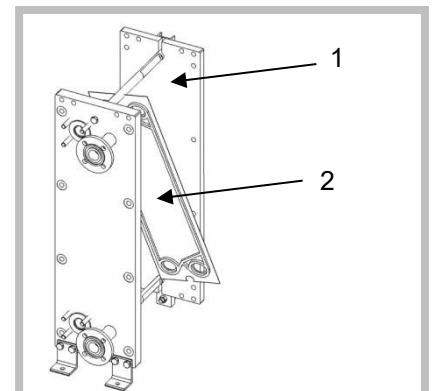

Figura 36
2. Lasciare che le piastre di scambio calore vengano tenute da una seconda persona per evitare che scivolino. Spostare una singola piastra in direzione del coperchio del telaio [1] e angolarle in modo obliquo (Figura 36). Spostare la piastra di scambio calore [2] lateralmente.